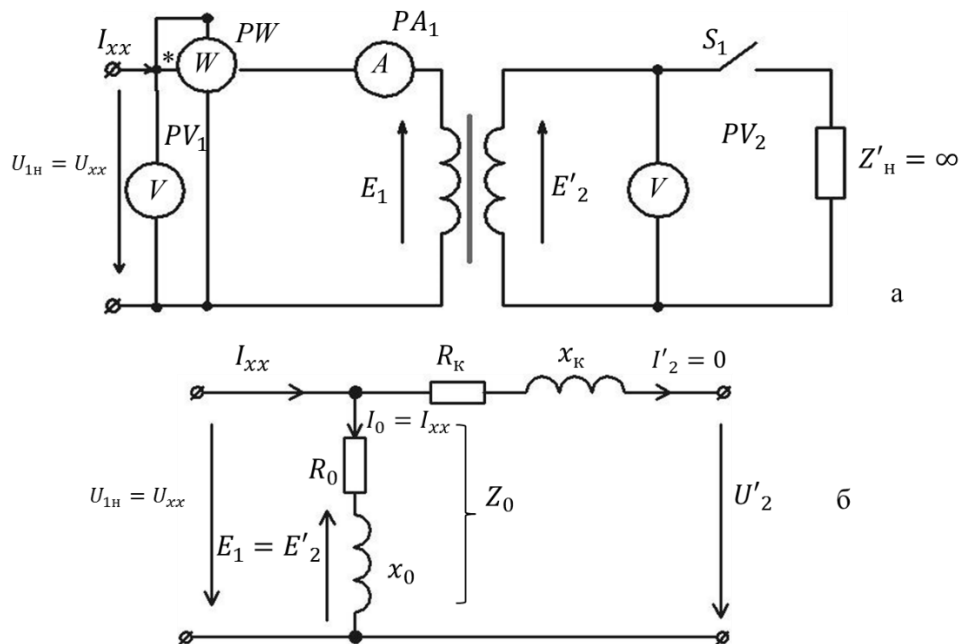

Рис. 2.4. Принципиальная схема опыта холостого хода трансформатора (а); упрощенная схема замещения (б).
вольтметров  $PV_1$  и  $PV_2$  (рис. 2.4, а).
– определяется показаниями  $PW$  и  $PA_1$  (Рис. 2.4, а).
определяется показаниями  $PA_1$  и  $PV_1$  (Рис. 2.4, а).